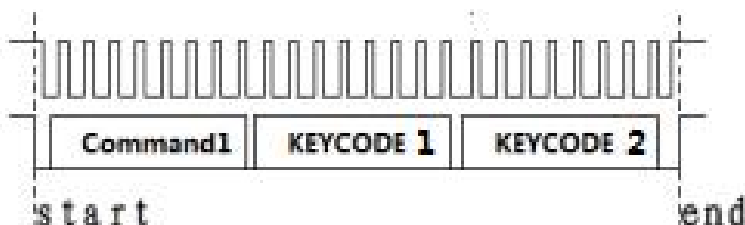
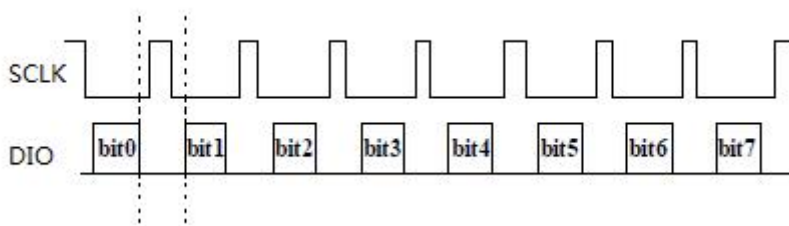

图 9a 读取 KEYCODE1、KEYCODE2
图 9b: 读键扫数据
- 读取键值过程：如图 9a，在设置完读键扫数据后，按键数据已经准备好了，接着就开始读取按键数据。如图 9b，在设置完读键扫数后的第一个 SCLK 下降沿，拉高 DIO，然后读 DIO 数据，然后把 DIO 拉低，到下一次 SCLK 下降沿后，再拉高 DIN，然后读 DIO 数据。